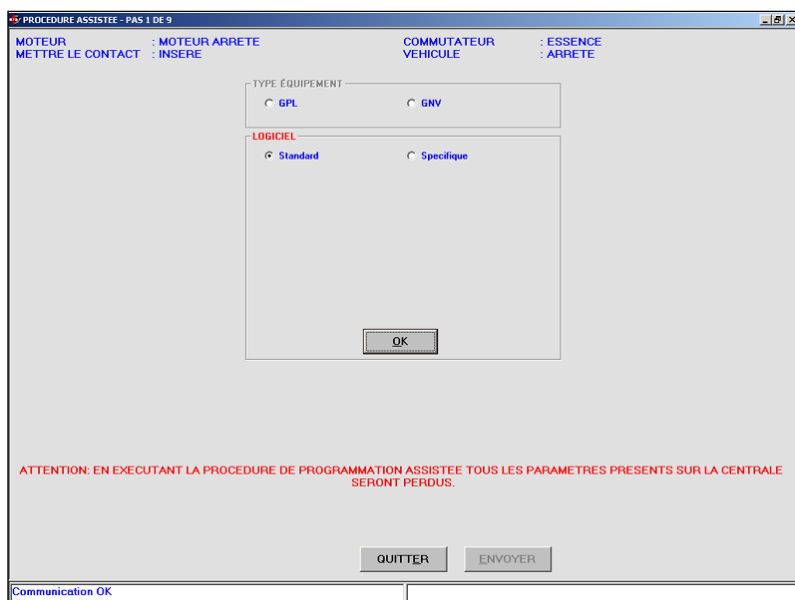

Fig. 4.4 - Procédure assistée – type équipement appuyant la touche "AUTRE"
- **Particulier:** correspond à logiciels particuliers utilisés pour essais et développements. Ces logiciels doivent être utilisés uniquement sur indication précise des techniciens BRC. Après avoir choisi cette option, il est nécessaire de sélectionner avec la souris le logiciel qu'on veut transférer, donc appuyer sur la touche OK dans la fenêtre de choix du logiciel (voir figure 4.4)